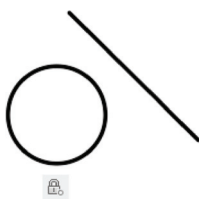

图 11-4 为圆建立一个固定约束
3) 为圆创建固定约束。在功能区中打开“参数化”选项卡，并从“几何”面板中单击“固定”按钮，或者从菜单栏中选择“参数”→“几何约束”→“固定”命令，接着使用鼠标在绘图区单击圆以捕捉其圆心，从而为圆建立一个固定约束来锁定其位置，注意固定约束的显示标识，如图 11-4 所示。